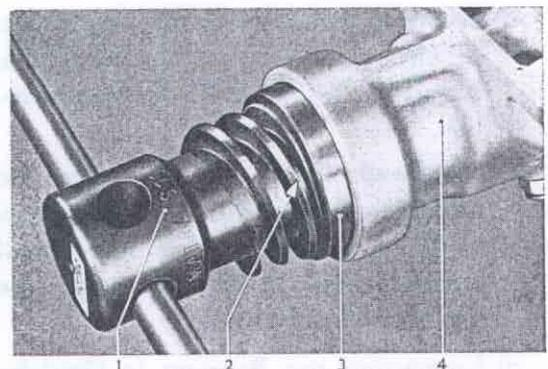

Bild 22 – Dichtring mit Auszieher S-1085 aus Getriebegehäuseverlängerung herausziehen
9. Auszieher (21/1) mit eingesetztem Druckstück an Dichtring (21/3) von außen ansetzen, unter kräftigem Andrücken nach rechts drehen, wobei die Schneide (21/2) des Werkzeuges in den Dichtring (21/3) eindringt. Durch weiteres Rechtsdrehen des Werkzeuges Dichtring herausziehen (Bild 22). **Keinesfalls dürfen auf den Auszieher Hammerschläge gegeben werden, da hierdurch die Gefahr einer Beschädigung des Ausziehers besteht.**